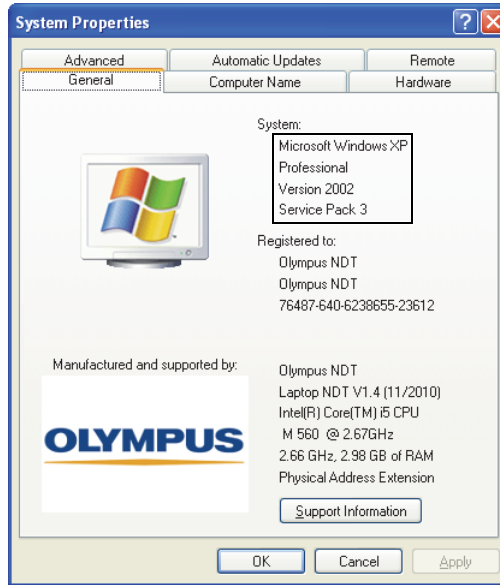

Figure 5-3 Boîte de dialogue System Properties indiquant le numéro de version de Windows XP
- c) Cliquez sur l'onglet **General** (Général) [voir la Figure 5-3 à la page 39].